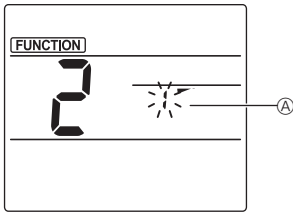

Fig. 2
- ② Избор на номера на дефлектора (Fig. 2) Натиснете бутоните **▲**/**▼**, за да изберете номера на дефлектора **A** и след това натиснете бутона **SET**.